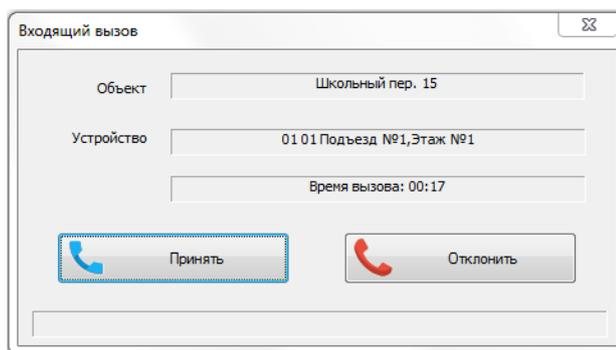

Рис.26 Окно входящего вызова
5.2.5 Вызов удаленного диспетчера с БВЭ. Открывается окно входящего вызова (рис.26)